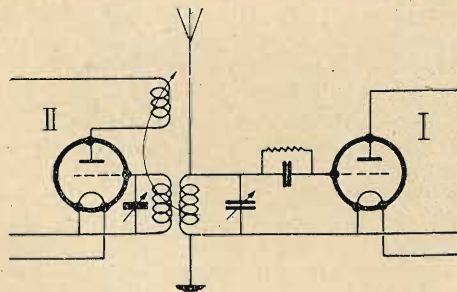

FIG. 55.
Consideriamo adesso la fig. 55. Nella parte destra della figura si ha una semplice valvola (I) detentrica, mentre a sinistra abbiamo una valvola (II) in reazione detta « eterodina » che produce oscillazioni che per induzione elettromagnetica passano nel circuito di griglia della valvola
Altri sistemi per cambiare la frequenza sono: l'ultradina ed il suo derivato « tetrodo modulatore », la tropadina, la seconda armonica, la strobodina, l'iperdina. La fig. 55 mostra il sistema « ultradina » che è il più diffuso. La prima valvola modula le oscillazioni in arrivo mediante la placca collegata al circuito di griglia della seconda valvola mantenuta mediante l'accoppiamento in reazione. Quando la placca della prima valvola è positiva le semionde in arrivo vanno a sommarsi a quelle del circuito di griglia della seconda valvola.